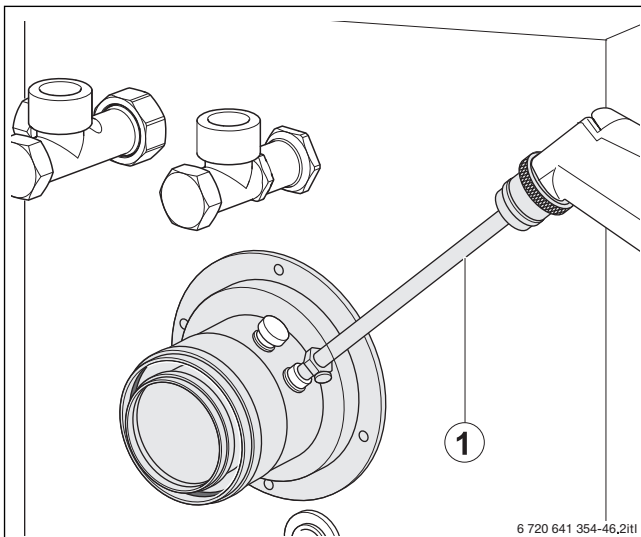

Bild 49 Messwerte aufnehmen
- ▶ Messfühler durch die Messöffnung (→ Bild 49, Seite 32) im Abgasrohr in den Kernstrom halten und CO2-Gehalt kontrollieren.